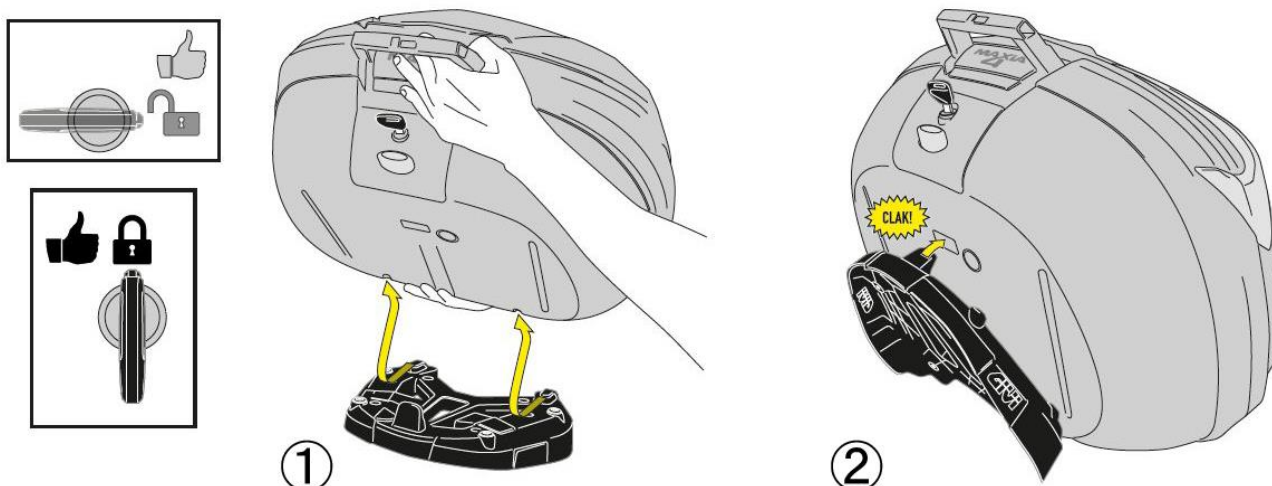

図 B1 (イラストは V56 ですが、他モデルも取り扱いと同じです。)
1. ①蓋を閉めた状態で、キーシリンダーに②セキュリティーキーを奥までしっかりと挿し込み、②キーを右に回し (3 時位置よりも回し進めて)、ケースからハンドルを引き出します。(図 B1 ①参照)
2. 引き出したハンドルを適宜活用して①ケースを両手でしっかりと支え持ち、脱落させないように十分注意しながら、ベースプレート前側の凸部 (2 箇所) に①ケース底面の前側凹部 (2 箇所) をしっかりと吻合させます。(図 B1 ①参照)
- ※ この時、①ケースのキーポジションはロック/ロック解除、何れでの位置でも問題はありません。便宜上、以降の手順ではキーポジションがロック解除 (3 時方向) の位置である前提で説明します。
- ※ ベースプレート前側の凸部と①ケース前側の凹部は、左右 2 箇所とも均等に確実に吻合させてください。左右で歪んで組み付けられた場合や左右何れかの吻合が浅い場合は、以降の作業に支障をきたすだけでなく、変形や破損、ケース脱落など予期せぬ不具合が発生する場合があります。
3. 引き続き①ケースをしっかりと支え持ち、手順 2 で行なった前側の吻合が左右で歪んだり外れたりしないよう十分注意しながら、ベースプレート後側のアタッチメントに①ケース底面の後側吻合部を押し当て、ベースプレートに①ケースを確実に取り付けます。(図 B1 ②参照)
- ※ この時、①ケースの上蓋パネル部を直接過度に押さないでください。上蓋パネル部の変形や破損など予期せぬ不具合の原因となります。アルミパネル仕様の V56N/NT は特に注意が必要です。
- ※ ベースプレートへの取り付けが困難な場合は、①ケースのキーシリンダー下部にあるベースロック解除ボタンを操作して①ケース底面を一旦ベースプレート後側のアタッチメントから外し、①ケースの蓋を開け、ケース底面 (内側) とベースプレート底面とを両手で挟み込むようにして、慎重に作業し直してください。ベースロック解除ボタンやベースプレート吻合部に不用意に無理な力を加えると、変形や破損など予期せぬ不具合が発生する場合があります。
4. ベースプレートへの取り付け時に蓋を開けた場合は再度蓋を閉め、ハンドルを①ケースに収納し、②キーを左 (12 時方向) に回し、①ケースをロックします。
5. 車体を倒さないよう十分注意しながら、①ケースを両手で揺り動かし、ベースプレートへの取り付けに異常がないこと、蓋の先端に設けられたノブ (2 箇所) を指でつまんで蓋を上方向に押し上げ、蓋が確実にロックされていることを必ず十分確認してください。
6. 問題なければ①ケースから②キーを確実に抜き取り、安全に走行使用してください。